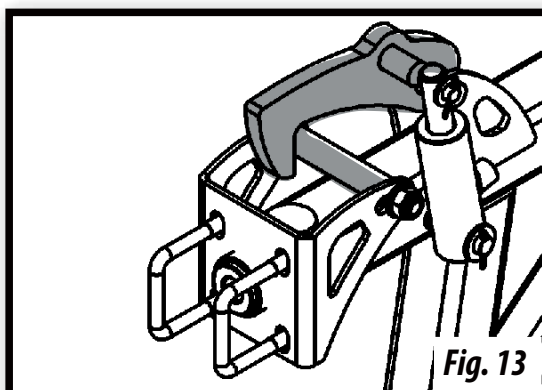

Fig. 13
- 3- Plegar las 2 ALAS de la máquina y comprobar que los 2 GATILLOS DE SEGURIDAD HIDRÁULICOS han quedado fijados (fig. 13).